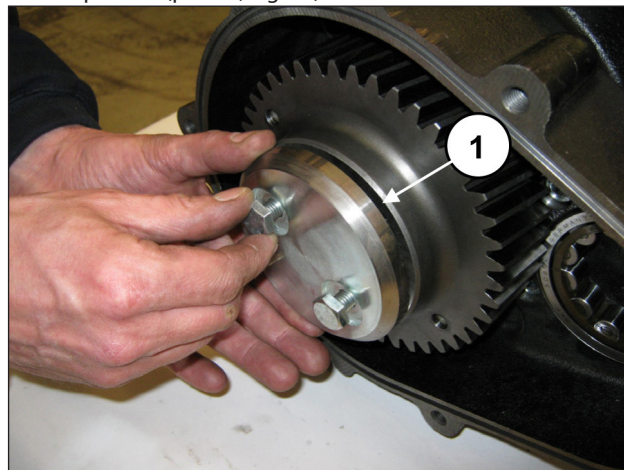

Fig. 76
Fijar el tope de la corona (pos. ①, Fig. 76) con los 2 tornillos M10x25.